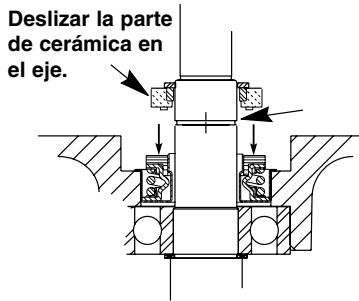

Figura 2
3. Deslice la nueva mitad giratoria de la junta en el eje (Figura 2).